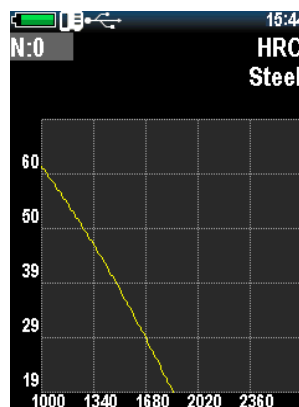

Abb. 2.41 - Löschen einer Benutzerkalibrierung
10. Um die Benutzerkalibrierung zu löschen, wechseln Sie in den Benutzerkalibrierungsmodus und stellen Sie den Wert „0“ für den Parameter N ein (Abbildung 2.41).